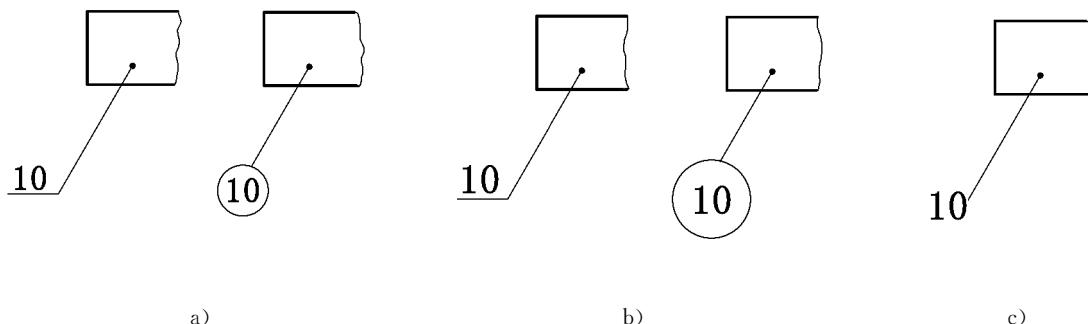
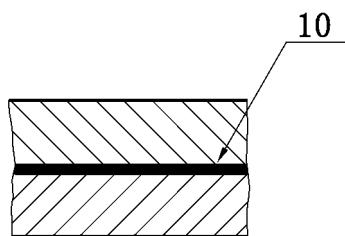

图 1 装配图中编注序号的方法
图 2 指引线末端采用箭头的应用场合
4.4 指引线应自所指部分的可见轮廓内引出,并在末端画一圆点,见图 1。若所指部分(很薄的零件或涂黑的剖面)内不便画圆点时,可在指引线的末端画出箭头,并指向该部分的轮廓,见图 2。